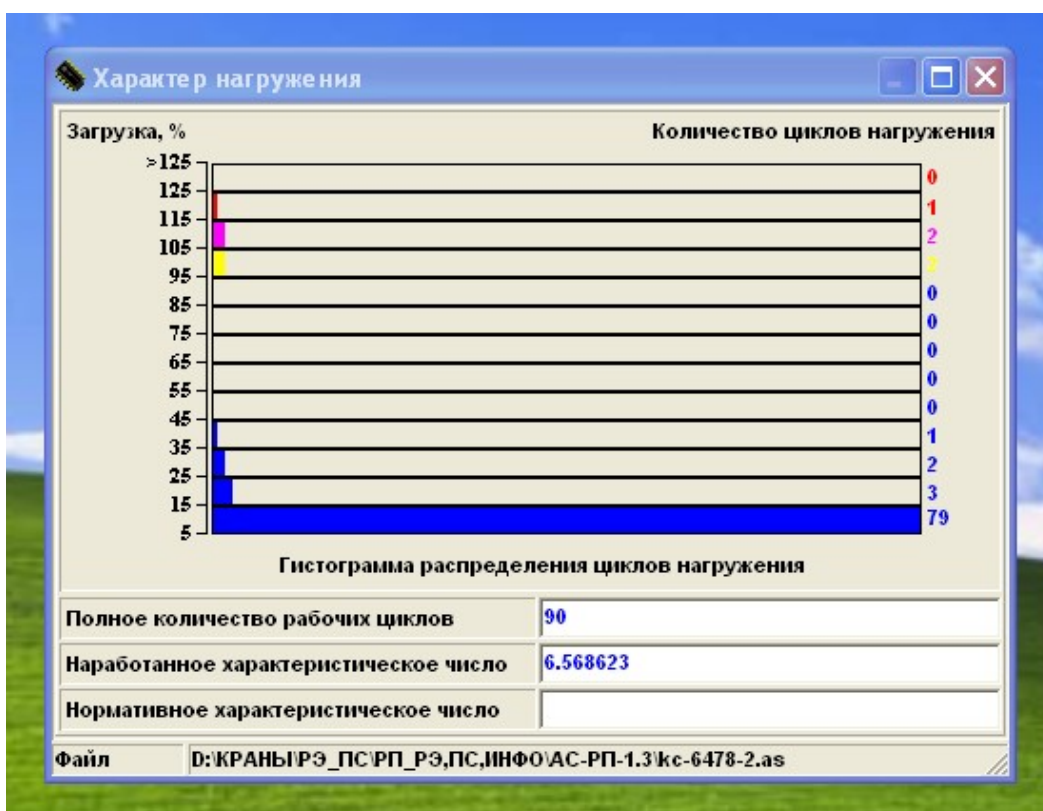

Рис.17
- сведения о характере нагружения, Рис.17;